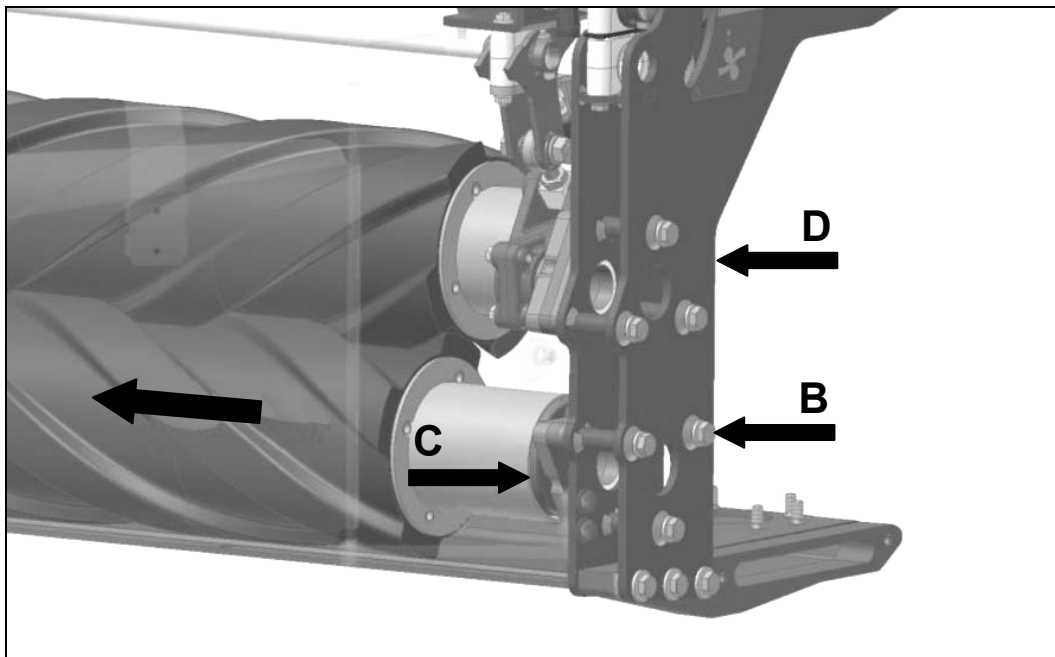

fig.22
- Allentare e sfilare le 3 viti **B** del rullo da smontare (fig.22).
- Spingere il rullo verso il supporto di comando per sfilare il supporto **C** (fig.22) dalla sua sede nel montante **D**.
- Slacken and remove the 3 screws **B** of the roller to be dismantled (fig.22).
- Push the roller towards the control support to remove support **C** (fig.22) from its housing in post **D**.
- Desserrer et enlever les 3 vis **B** du rouleau à démonter (fig.22).
- Pousser le rouleau vers le support de commande pour enlever le support **C** (fig.22) de son poste dans le montant **D**.
- Aflojar y sacar los 3 tornillos **B** del rodillo que se va a desmontar (fig.22).
- Empujar el rodillo hacia el soporte de mando para sacar el soporte **C** (fig.22) de su sitio en el montante **D**.
- Die 3 Schrauben **B** der Rolle, die entfernt werden soll (Abb.22), losdrehen und herausnehmen.
- Die Rolle gegen die Halterung der Steuerung drücken, um die Halterung **C** (Abb.22) aus seiner Aufnahme im Träger **D** herausziehen zu können.